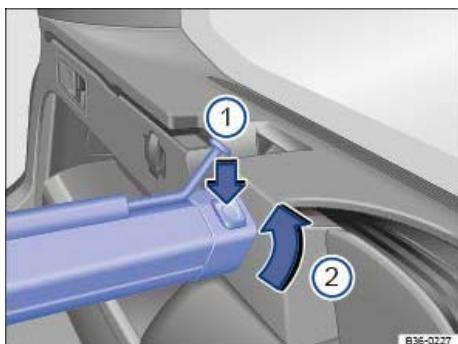

Abb. 127 Im Gepäckraum: Netztrennwand ausbauen.
- Linke oder rechte Entriegelungstaste \Rightarrow Abb. 127 (1) in Pfeilrichtung drücken.
- Gehäuse in Pfeilrichtung \Rightarrow Abb. 127 (2) aus der Halterung herausnehmen.
- Gehäuse links und rechts entgegen der Pfeilrichtung \Rightarrow Abb. 127 (2) in die Halterung drücken. Das Gehäuse rastet ein.
Die roten Markierungen an den Entriegelungstasten \Rightarrow Abb. 127 (1) dürfen jetzt nicht mehr sichtbar sein.